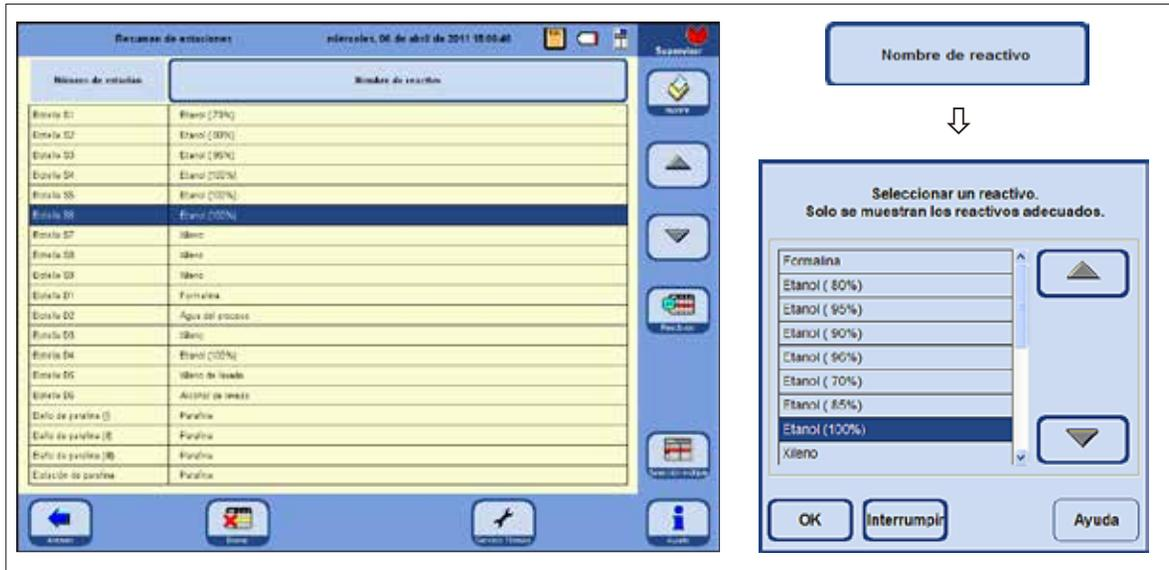

Fig. 147
La ventana **RESUMEN DE ESTACIONES** (fig. 147) muestra una lista de todas las estaciones con los reactivos asignados que están definidos para esa estación.
- Marcar en la tabla (fig. 147) la estación que se debe llenar con un reactivo.
En este caso, las botellas del sistema para etanol (S1-S6) deben estar llenas como se muestra en la fig. 147. Además, en el programa deben estar definidas las seis estaciones de etanol. Esto lo comprueba el programa en el inicio. En caso de divergencia, se visualiza un mensaje de advertencia y no se puede iniciar dicho programa.